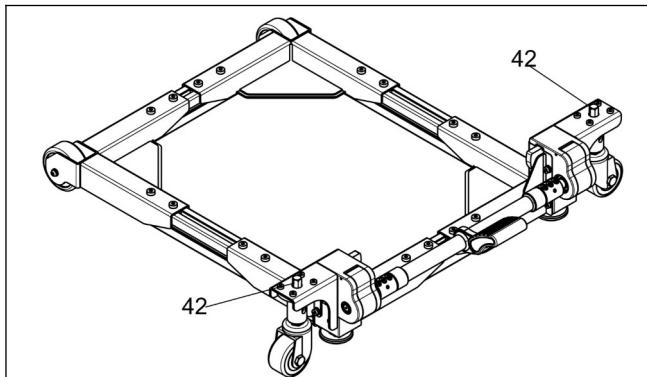

图 11
a. 使用两用扳手“D”旋转调节丝杆“42”（顺时针旋转，滚轮上升；逆时针旋转，滚轮下降），使得台面水平且所有滚轮均与地面接触，确保所有支脚底面与地面距离大于 10mm。（见图 11）